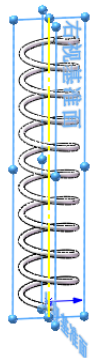

图 7-110 弹簧
**09** 单击“保存”图标按钮，将零件保存为“弹簧.sldprt”，如图7-110所示。